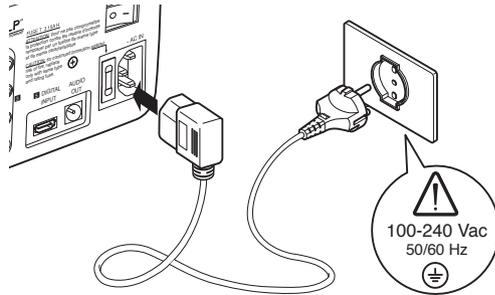

Fig. 3
- Collegare il proiettore ad una rete elettrica di alimentazione a tensione nominale compresa entro i valori 100-240 Vac, 50/60 Hz e fornita di messa a terra (Fig. 3).